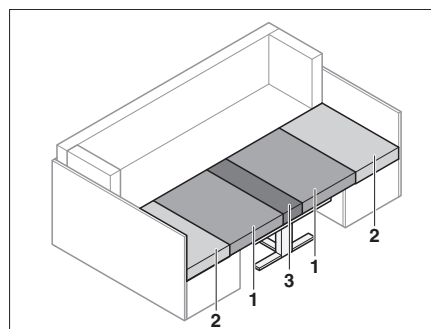

Fig. 67 Dopo la trasformazione
- Togliere i cuscini dello schienale (Fig. 67,2).
- Tirare i cuscini del divano (Fig. 67,1) verso il centro.
- Mettere i cuscini dello schienale (Fig. 67,2) tra i cuscini del divano (Fig. 67,1) e la parete esterna.
- Posizionare il cuscino aggiuntivo (Fig. 67,3) tra i cuscini del divano (Fig. 67,1) sul tavolo.